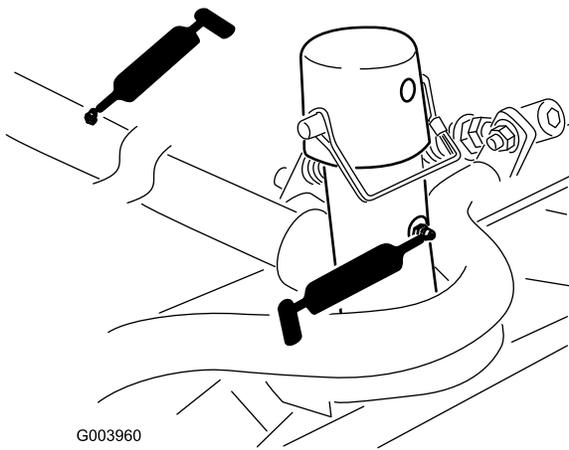

Рисунок 77
- Несущая рама и ось поворота режущего блока (по 2 шт.) (Рисунок 77)